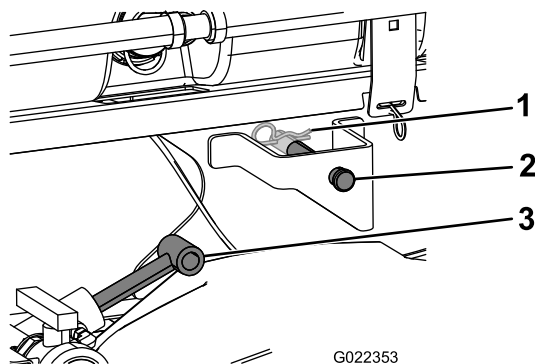

Figura 10
4. Estenda os cilindros de elevação esquerdos para os suportes no patim do depósito e alinhe os braços do cilindro com os furos nos suportes do patim do depósito (Figura 10).